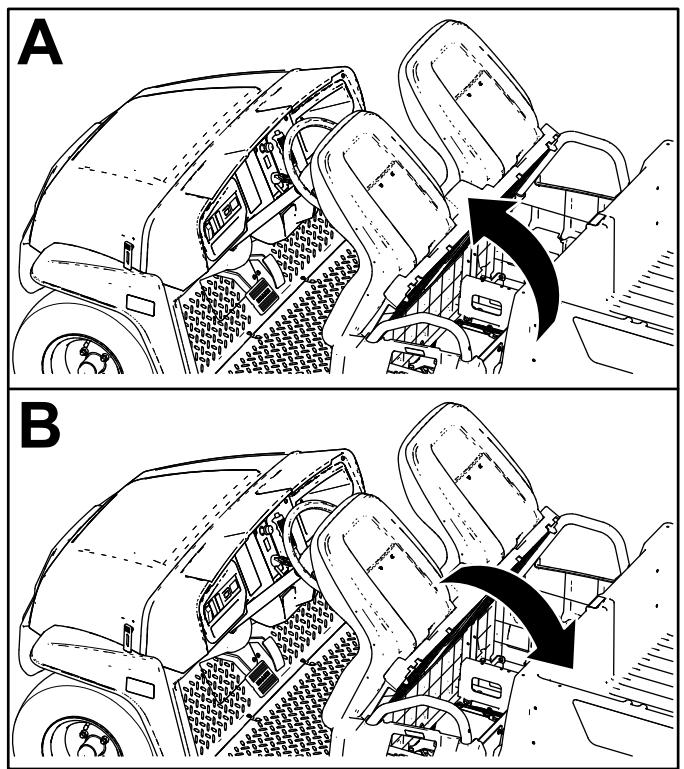

Figura 27
Per sollevare il gruppo sedile, spingetelo in avanti fino ad appoggiarlo al volante (Figura 27).
Per abbassare il gruppo sedile, spingetelo indietro fino a riportarlo nella posizione originale (Figura 27).
1. Spingete il gruppo sedile in avanti in posizione di sollevamento (Figura 27).